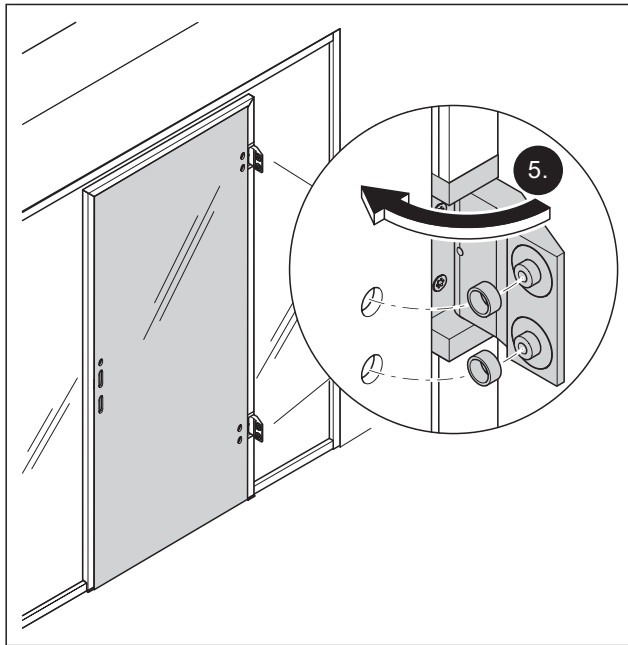

Abb. 52 Die Türbänder an der Bandseite auf die Bohrungen drehen
5. Die Türbänder an die Bohrungen der Glastür drehen (Abb. 52).